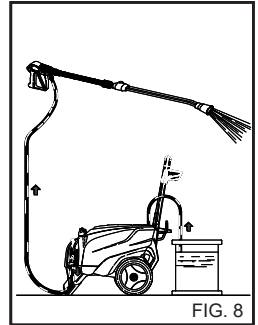

FIG. 8
Depois do uso, o circuito de sucção de detergente deverá ser enxaguado com água limpa (fig. 8).
- 1) Depois de usar o detergente, enxágue o circuito de sucção; enfie o tubo de sucção (fig. 8) de detergente num tanque contendo água limpa e faça com que a bomba funcione por um minuto com a torneira de dosagem completamente aberta e com a lança em fase de saída de detergente.
4) Depois da utilização do detergente, enxágue o circuito de sucção; enfie o tubo de sucção (fig. 8) de detergente num tanque contendo água limpa e faça com que a bomba funcione por 1 minuto com a lança em fase de saída de detergente.